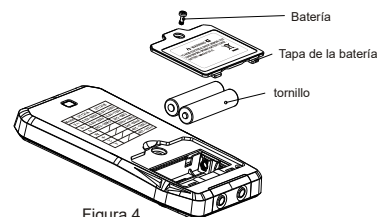

Figura 4
**XI. Cuidado y mantenimiento (Ver Figura 4)**
3. Reemplazo de la batería (Ver Figura 4)